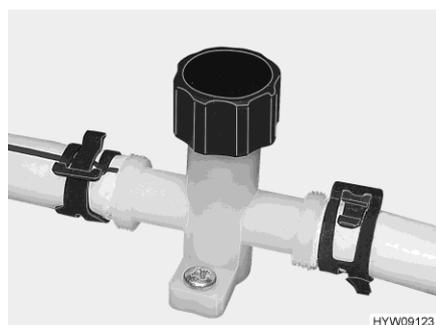
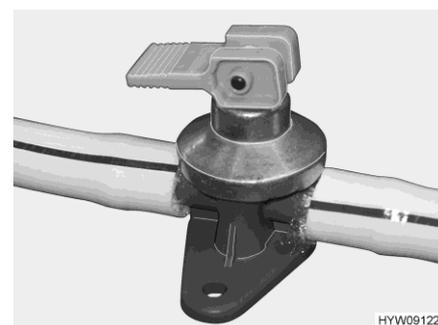

Fig. 207 Rubinetto di scarico (tubatura dell'acqua)
Fig. 208 Rubinetto di scarico (boiler Alde)
- Chiudere i rubinetti di scarico (Fig. 207 e Fig. 208). Chiudere i coperchi in senso orario oppure posizionare la leva a bilanciere in posizione orizzontale. L'ubicazione delle valvole di sicurezza/di scarico e dei rubinetti di scarico è riportata al paragrafo 10.7, alla fine di questo capitolo.